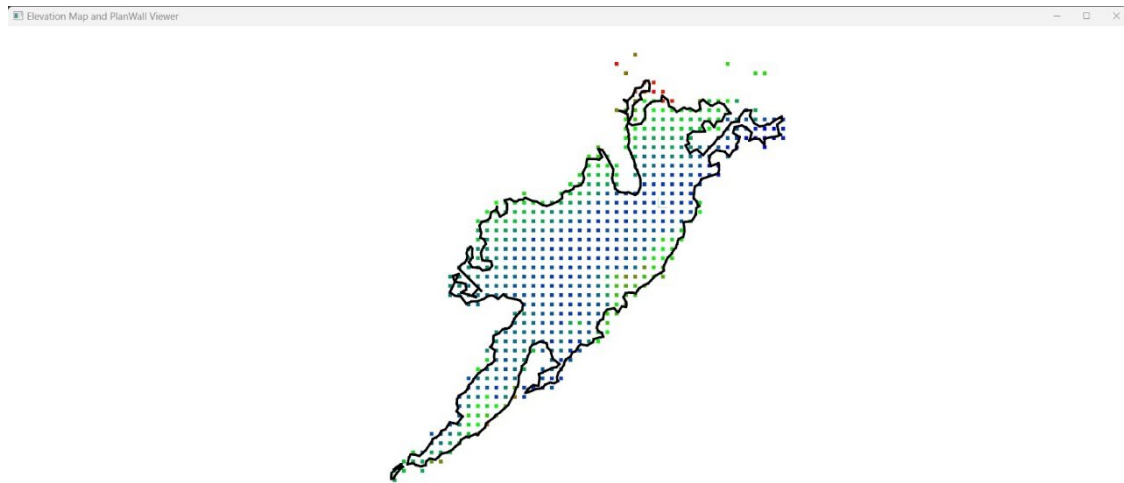

図 60 洞壁のクラスタとエレベーションマップを統合して表示させたウィンドウ
- ⑤ FPS RTC では点群の粗密度に関わらず満遍なく点をサンプリングすることで、ダウンサンプリングを行っている。処理に時間がかかるため、コンソールにプログレス表示がある。
- ⑥ MapViewer RTC で表示されるウィンドウでは、図 60 の様に WallDTC RTC と Contour RTC から受け取った洞壁のクラスと洞床の高低差を表すエレベーションマップを可視化することができる。MapViewer RTC の Configuration ポートの DataLoadOption で点群データの表示方法で "One\_at\_a\_Time" を選択すると、WallDTC RTC と Contour RTC のデータを可視化するウィンドウが一つずつ表示される。"SameTime" を選択すると二種類のデータを統合して一つのウィンドウで可視化することができる。この時、Switching で選択した内容のデータを次のウィンドウに表示させることが出来る。現在開いているウィンドウを閉じると Configuration ポートを再読み込みする。SameTimeViewerClosed を "true" にするとウィンドウを閉じても、次のウィンドウが表示されなくなり、処理が終了する。